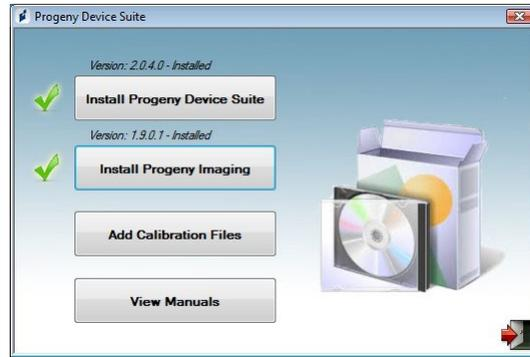

Figura 8: Pantalla principal de instalación del archivo de calibración
- La Figura 8 muestra la pantalla principal de instalación del archivo de calibración. Si el software presente en la memoria flash USB no se inicia automáticamente, abra Windows Explorer™ y seleccione la letra de la unidad llamada "Progeny". Navegue por los contenidos de la memoria flash y ejecute "Setup.exe". Este paso inicia el proceso de instalación.